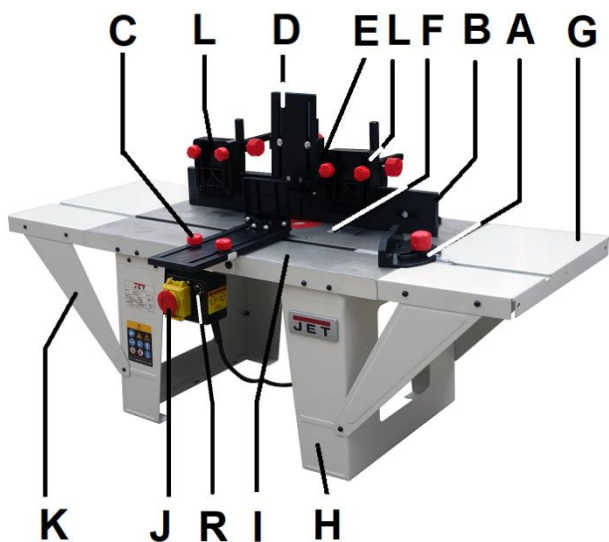

Рис. 1
Прикрепите переключатель (J, Рис. 1) с помощью 2 винтов.
Прикрепите удлинения стола (G, Рис. 1) и опоры (K) с помощью прилагаемых болтов и гаек.